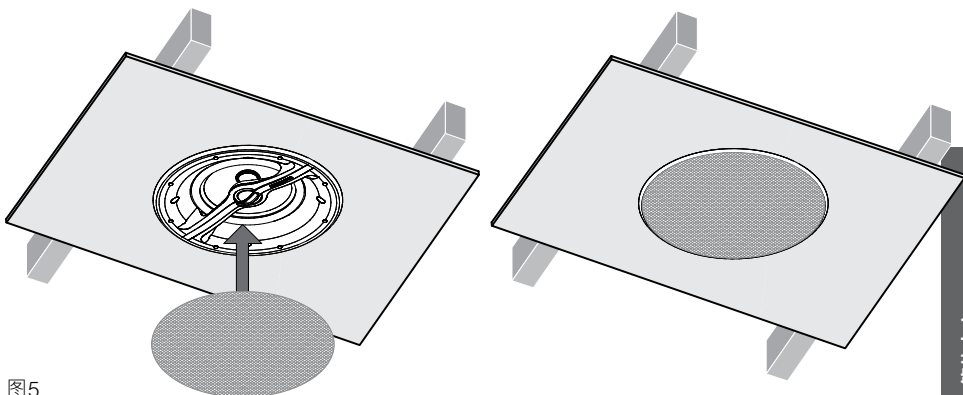

图5
**4.5** 现在可安装面网。面网通过磁力固定位置，只需按进与框架对齐的凸缘中的槽便可。图5说明了安装面网的过程。